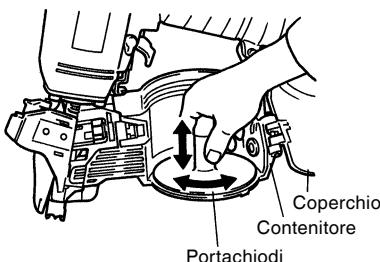

Fig. 2
- Regolate la posizione della piastra porta chiodi in base alla lunghezza del chiodo. (Vedi Fig. 2)